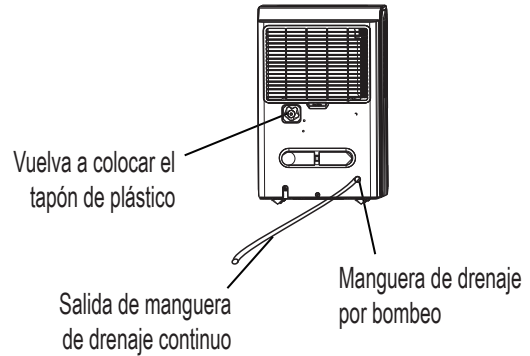

Imagen 11
- Retire la manguera de drenaje continuo de la unidad y coloque el tapón de plástico en la salida de la manguera de drenaje continuo de la unidad, girándolo en el sentido de las agujas del reloj (Ver Imagen 11)
- Inserte de nuevo la manguera de drenaje por bombeo en la salida de la manguera de drenaje por bombeo a una profundidad de, al menos, 15 mm (Ver Imagen 11); a continuación guíe la manguera al desagüe o a una instalación de drenaje adecuada.